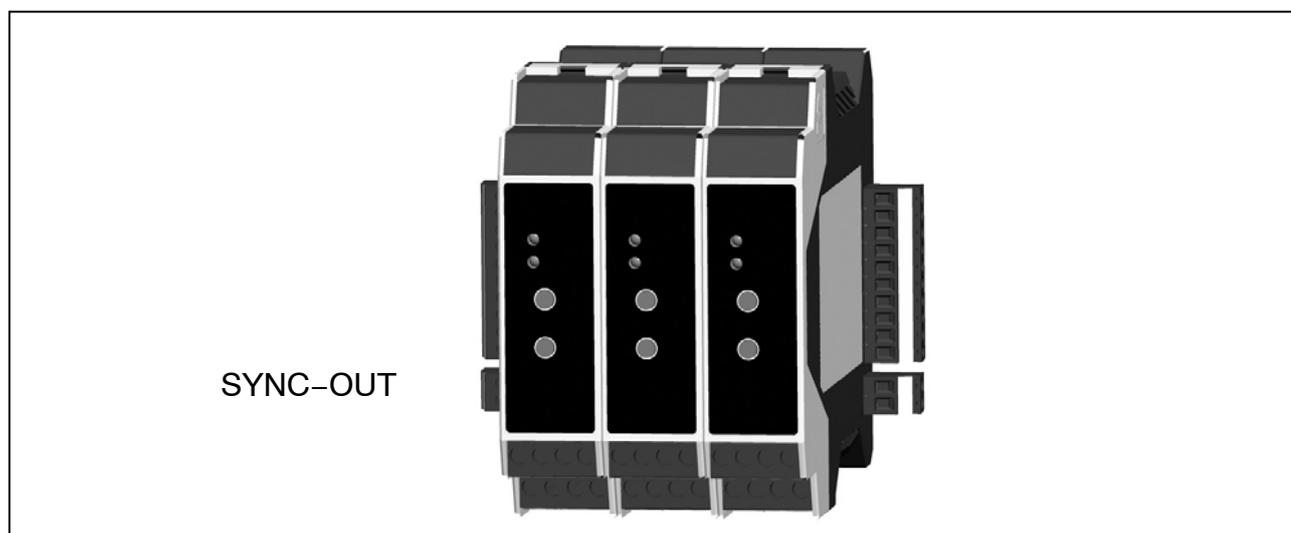
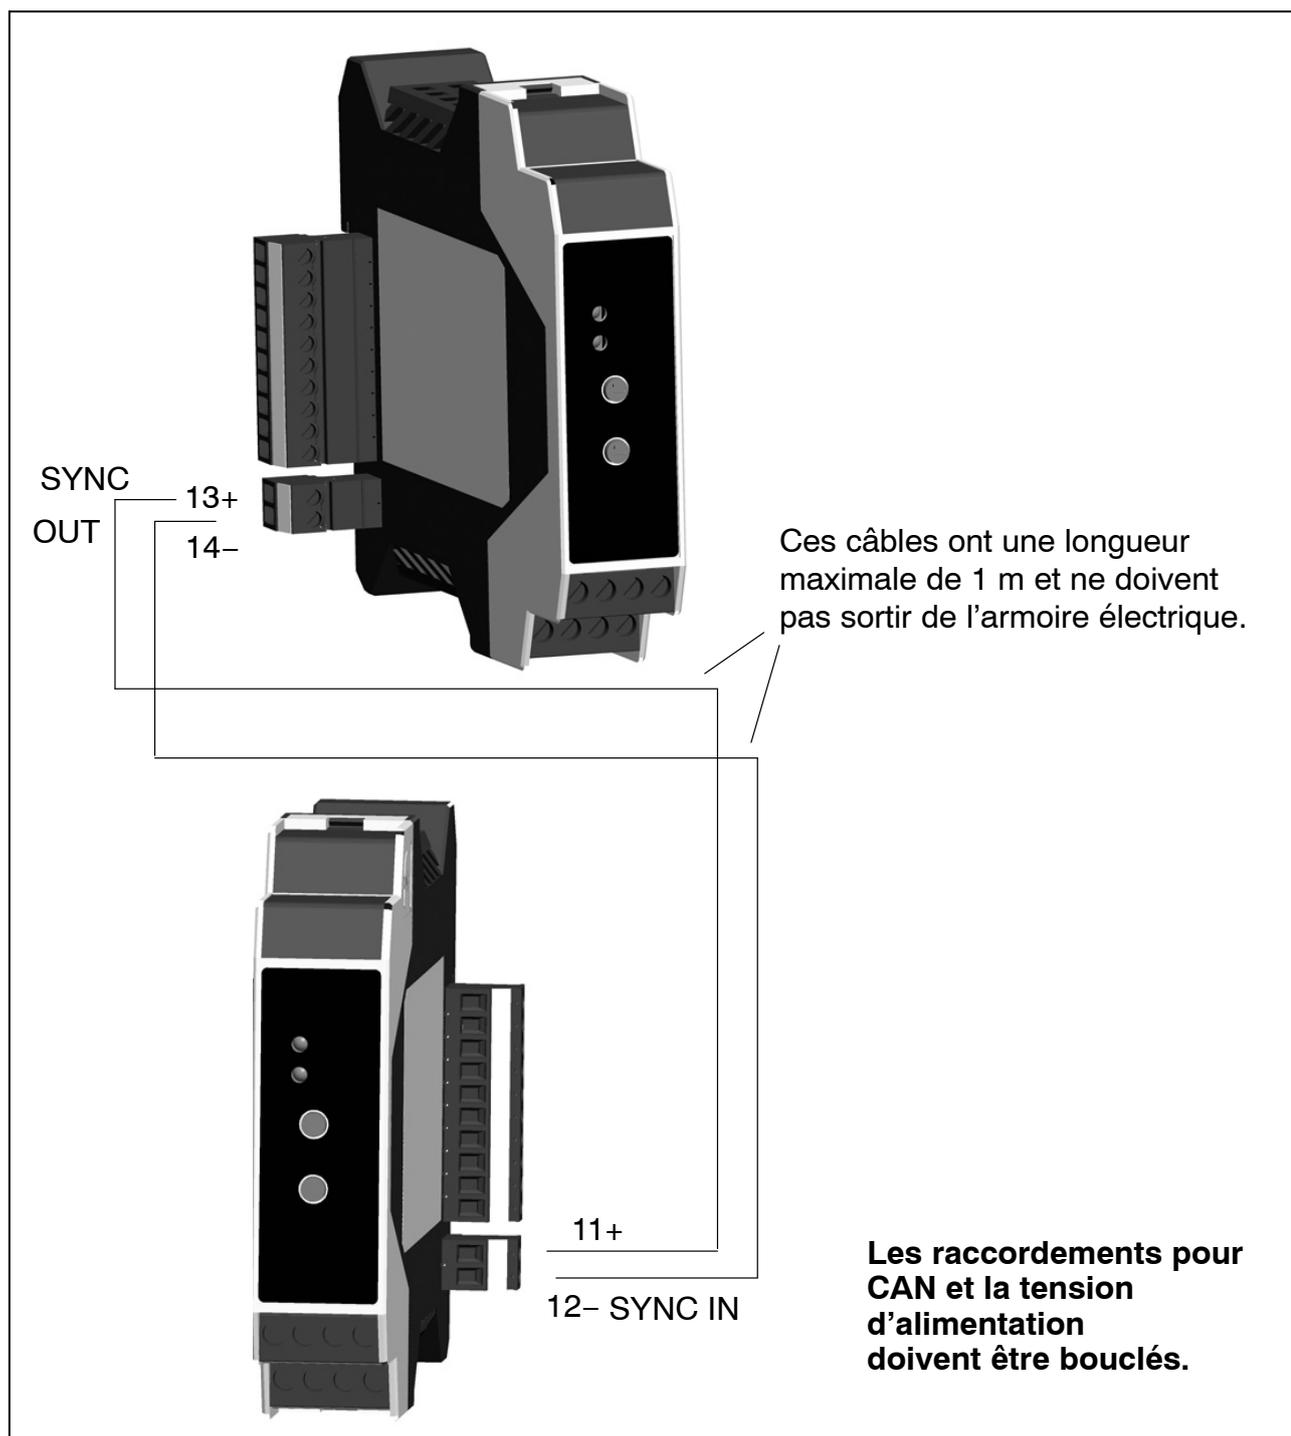

Fig. 3.4: Montage de modules juxtaposés
Fig. 4.5: Montage sur plusieurs niveaux
- lors d'un montage sur plusieurs niveaux: brancher le connecteur SYNC-OUT sur le module 3 (voir Fig. 3.4 et Fig. 4.5), puis le raccorder à SYNC-IN du premier module du niveau suivant.
Lors d'une répartition des modules sur plusieurs rails, il convient d'utiliser les connecteurs de synchronisation bipolaires (1-digiCLIP-ST) (cf. Fig. 4.5).